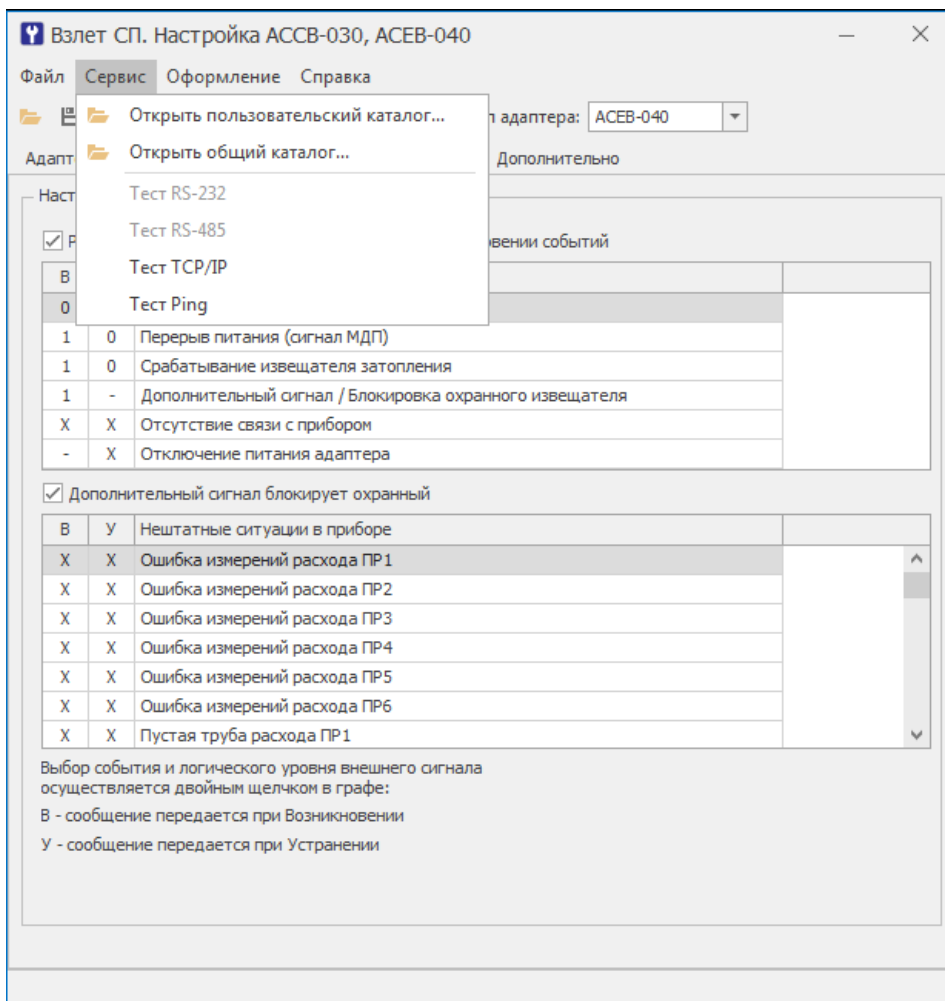

Рис.14. Меню «Сервис» программы «Взлет СП. Настройка АССВ-030, АСЕВ-040».
В меню **Сервис** (рис.14) имеются пункты: **Тест TCP/IP** и **Тест Ping**, которые позволяют выполнить два варианта тестирования подключения адаптера к сети Ethernet.
- 3.2.2.5. На диспетчерском компьютере запустить программу настройки адаптера АСЕВ-040, загрузить сохраненный ранее шаблон и выполнить пункт меню **Сервис >Тест Ping** (рис.14). Получение ответов в этом пункте будет свидетельствовать, что все настройки для прохождения пакетов от диспетчерского компьютера до шлюза поставщика Интернет услуг выполнены правильно.